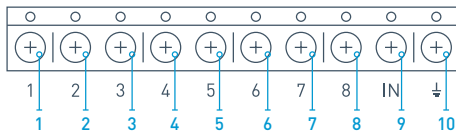

РИС. 17. Основные выходы и вход IN приемника
6.2. При помощи обычных проводов выходы приемника (РИС. 17, 18) соединяются с входами централи сигнализации. Таким образом выходы приемника становятся аналогом обычных проводных датчиков для входов централи. При сработке беспроводного датчика, он отправляет сигнал на приемник осBridge, который обрабатывает его и размыкает (по умолчанию, также выход может быть настроен на замыкание) соответствующий датчику проводной выход. Централь сигнализации воспринимает размыкание выхода как размыкание шлейфа датчика и выдает тревогу. Если указано, что зона централи должна иметь сопротивление между выходом приемника и зоной централи, следует последовательно включить резистор с номиналом, соответствующим инструкции к централи. **При подключении проводов соблюдайте полярность!**
6.3. Выходы с номерами 1–8 (РИС. 17) соответствуют 8 условным основным охранным зонам.